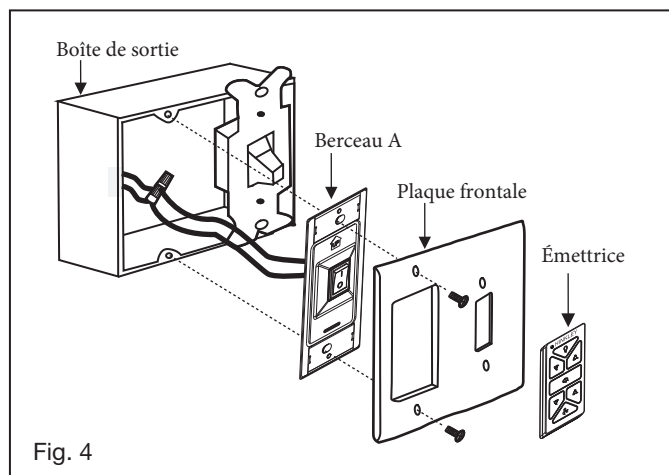

Fig. 4
- 2 Connectez les fils conducteurs noirs de l'interrupteur du berceau A aux fils noirs du boîtier de l'interrupteur. Fil d'entrée sous tension vers l'un des fils de l'interrupteur du socle. Le fil d'alimentation du ventilateur est connecté au fil restant de l'interrupteur. (Fig. 4)
Un flux d'air VERS LE HAUT déplace l'air plus chaud hors de la zone du plafond, comme illustré à la Figure 4. Cela vous permet de régler votre appareil de chauffage sur un réglage plus frais sans affecter votre confort.